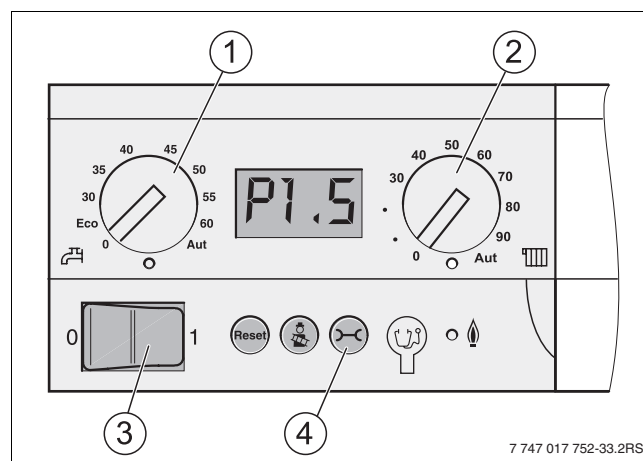

Fig. 33 Indicazione della pressione nel pannello di servizio
- Portare l'interruttore di esercizio (→ fig. 33, [3]) sul pannello di servizio su "1" (on).
- Tasto  premerlo (→ fig. 33, [4]) finché non viene visualizzata la pressione di esercizio (ad es. P1,5 per 1,5 bar).
- ▶ Rilevare nuovamente la pressione di esercizio sul manometro (se presente) o sul display del pannello di servizio (→ fig. 33, pag. 33). Qualora il valore della pressione di esercizio a causa dello sfiato sia inferiore a 1,0 bar, riempire nuovamente l'impianto di riscaldamento (come precedentemente descritto).
- Spegner l'impianto di riscaldamento, agendo sull'interruttore d'esercizio (→ fig. 33, [3], pag. 33) nel pannello di servizio.